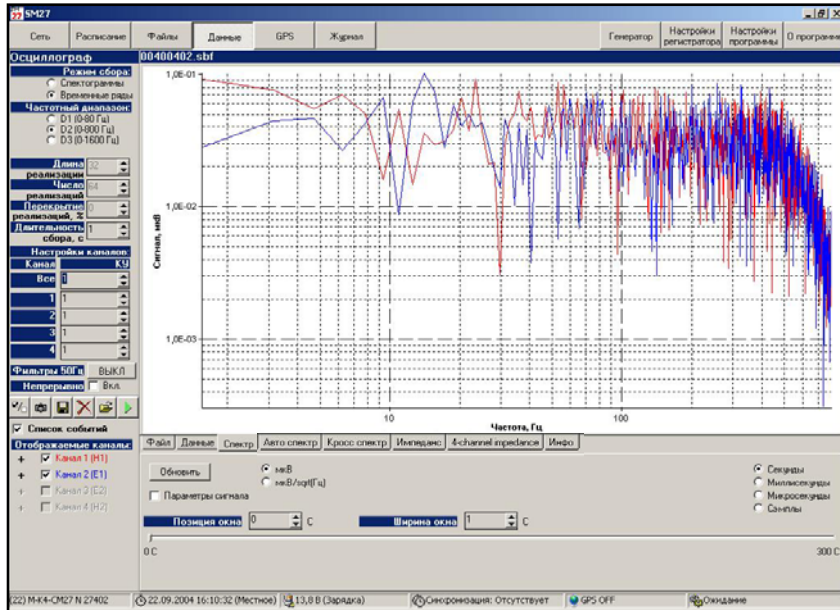

Рисунок 8.9
- Вкладка **Спектр** (рисунок 8.9) выводит выборочные мгновенные автоспектры по выбранным каналам в окне, заданном на вкладке «Данные»;